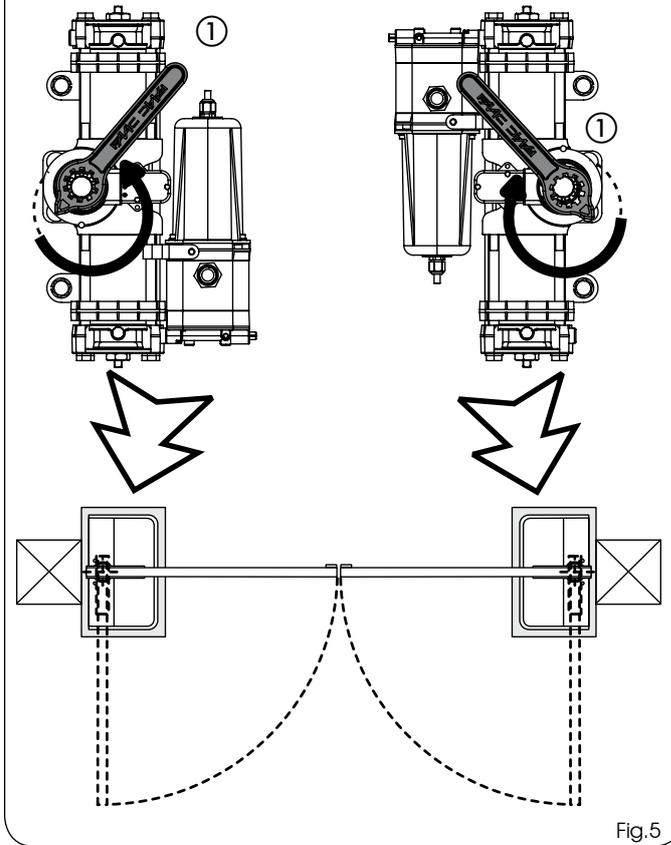

Fig.5
- 5) Tourner le pignon de l'opérateur avec la clé fournie (Fig.5 réf. ①), dans le sens de la fermeture du portail, d'après la figure 5, jusqu'à la butée interne du piston et retirer la clé.
- 6) **Sans actionner le pignon**, introduire dans l'opérateur la clé fournie d'après la figure 5, et vérifier que celle-ci indique le 0 (ZÉRO) sur le plastique de l'opérateur (Fig.15 réf. ①), éventuellement, tourner le pignon. **(IMPORTANT POUR L'ACCOUPLMENT CORRECT PIGNON-DÉVERROUILLAGE MÉCANIQUE EN PHASE DE MONTAGE).** Remarque: si nécessaire, visser légèrement la vis de fin de course en fermeture